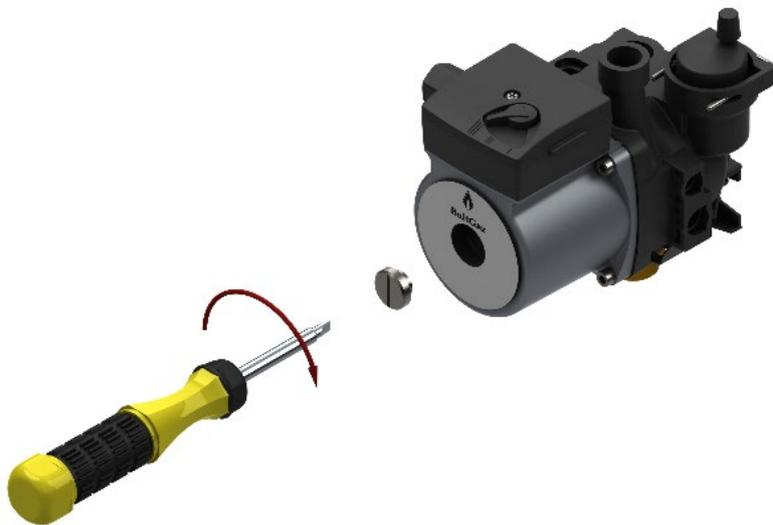

Рис. 5 Проверка циркуляционного насоса
- При давлении свыше 2 бар открыть клапан дренажный (21), см. п. 13.1 на стр. 23, понизив давление до 1,5 бар. При давлении ниже 1 бар – открыть кран подпитки контура отопления (16) и закрыть кран при достижении давления от 1 до 1,5 бар;
- не заблокирован ли насос. Для этого при помощи отвёртки открутите заглушку насоса и поворачивайте его вал несколько раз в разные стороны (см. рисунок 5). Затем плотно закрутите заглушку. При выполнении данной операции возможны протечки теплоносителя из насоса, после установки заглушки необходимо удалить остатки теплоносителя с компонентов котла (протереть);